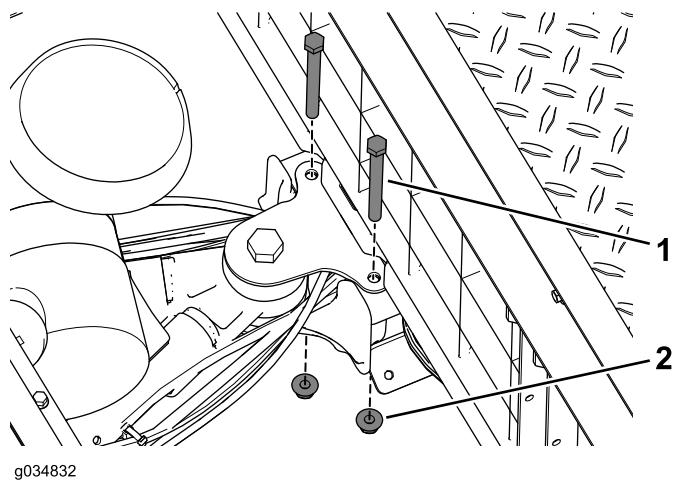

図 19
6. スイングアーム用のマウントをセンターチャネルに固定しているボルトとフランジナットを外す【図 19】。